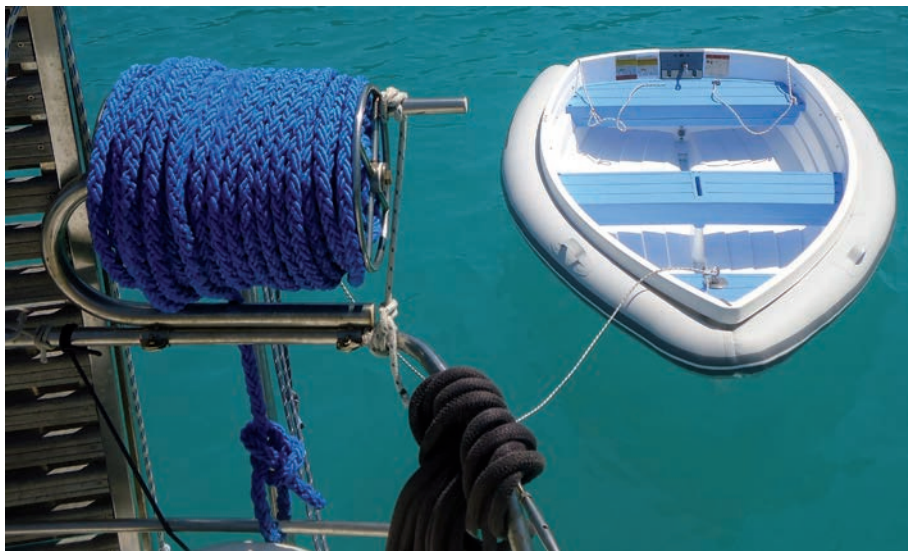

Figura 7 Ghindaro con cavo galleggiante fissato (con morsetti) sul balcone di poppa di Gemma.
- **GHINDARO** Un grande rocchetto ruotante attorno a cui si avvolge un cavo galleggiante (Figura 7). Deve essere sistemato sul pulpito di prua, legato anche con delle cime, senza però impedire il movimento di rotazione o lo scorrimento del cavo.